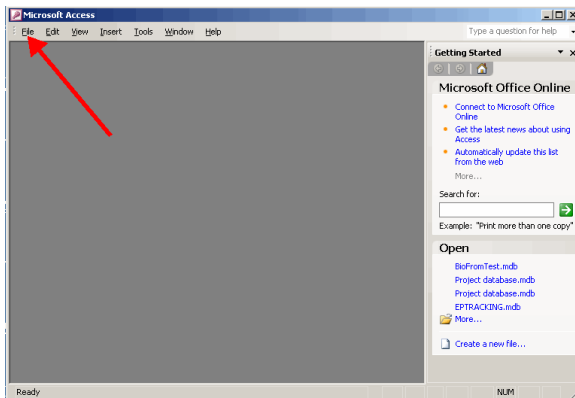

Figure 32a
37. Click File ► New ► . (Figure 32a, b)